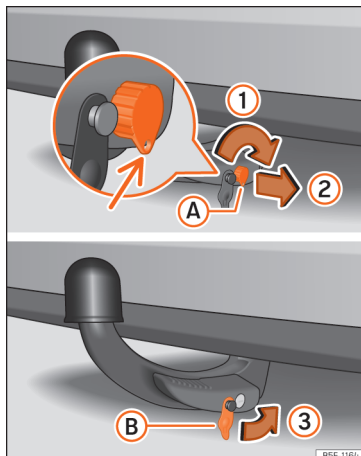

Abb. 267 Anhängerkupplung anbringen Schritt 2
- Drehen Sie den Schlüssel nur eine halbe Umdrehung nach rechts, bis sich das Loch des Schlüssels unten befindet » Abb. 267 (1).
- Ziehen Sie den Zündschlüssel ab (2).
- Setzen Sie die Abdeckung (B) auf das Schloss (3) » Abb. 267 » (1).